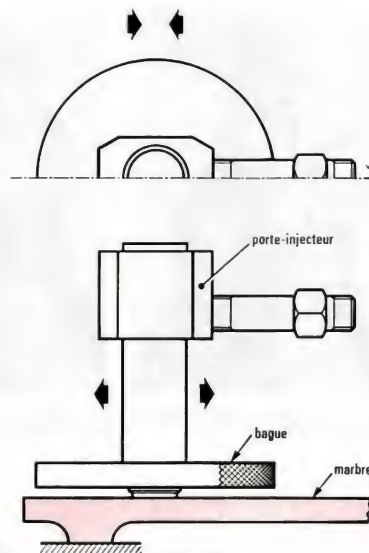

Fig. 2.
- 1^o Visser une bague spéciale (1) sur la base fileté du corps (fig. 2 et 3).
- 3^o Déplacer le porte-injecteur en effectuant un mouvement circulaire afin d'obtenir une portée lisse et brillante (2).
(1) A usiner suivant les indications portées sur le dessin.
(2) La polée d'émeri, même très fine, est strictement à proscrire pour cette opération.